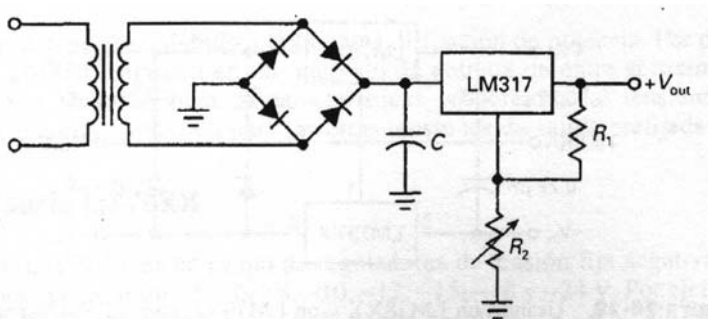

figura 15 - Utilização de um LM317 para regular a tnsão de saída
2. Se $R_1=2k\Omega$ e $R_2=22k\Omega$ na figura 15, quanto vale a tensão de saída ? Se R_2 aumentar para $46k\Omega$, quanto valerá agora a tensão de saída ?